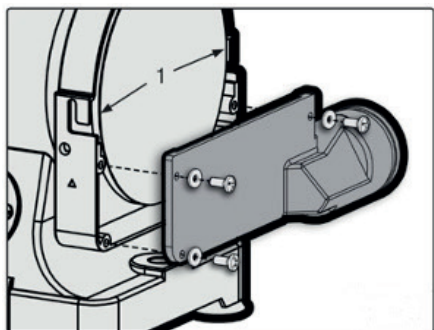

Рис. 7.
1. Совместите три отверстия на пыльнике шлифовального диска с тремя отверстиями, которые расположены на правой стороне шлифовальной машины под шлифовальным диском (рис. 7).
1. Держите дисковый стол под углом 45° вверх. Совместите внутренние выступы на дисковом столе с пазами по обе стороны шлифовального диска (рис. 7 – 1). Скользите внутрь, затем вверх.